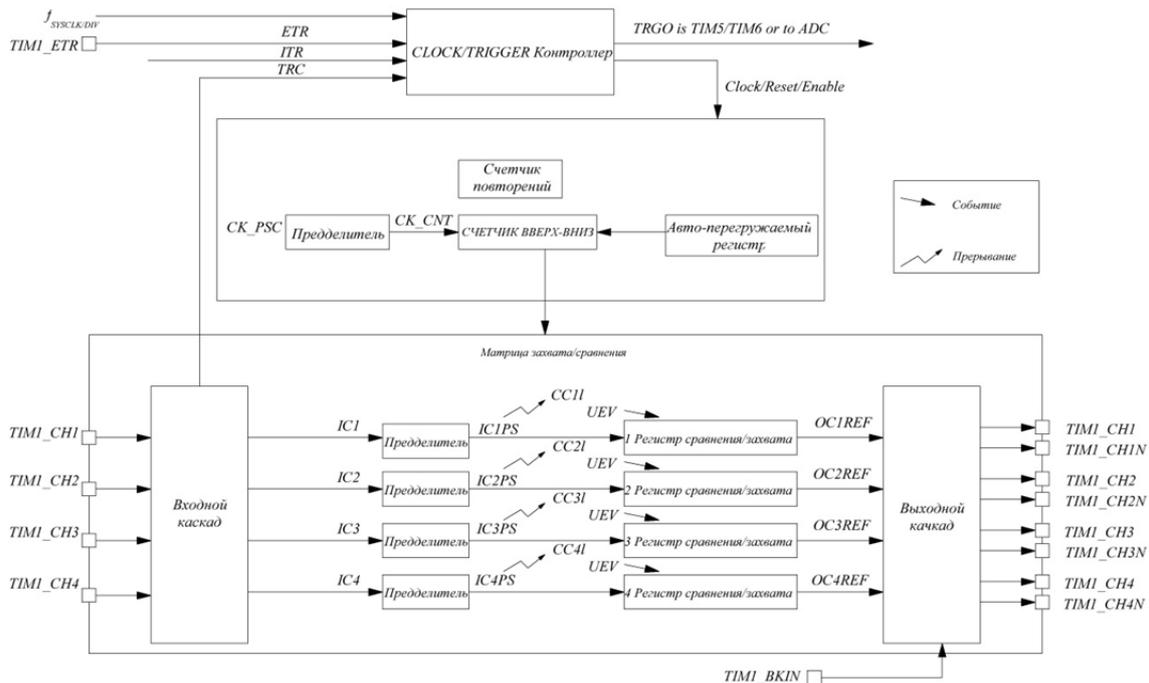

Рис. 4.1. Блок схема Таймера 1
На рис. 4.1 представлена блок схема Таймера 1 микроконтроллера.
- по событию на **clock/trigger** контроллере (рис. 4.1).